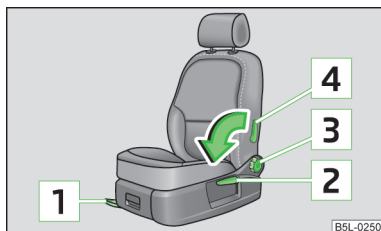

Fig. 43
- Tirare verso l'alto la leva **1** » fig. 43 e spingere contemporaneamente il sedile nella posizione desiderata.
- Se si desidera sollevare il sedile, tirare la leva **2** verso l'alto o pompare » fig. 43.
- Sollevarsi dallo schienale (non appoggiarsi) e ruotare la manopola **3** » fig. 43 per impostare l'inclinazione dello schienale.
- Ruotare la leva **4** » fig. 43 sino a impostare la curvatura ottimale nell'area lombare.